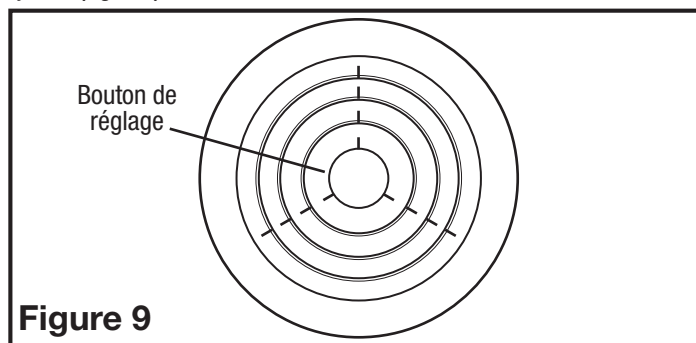

Figure 9
- Kits d'alignement de 6 po :** Localisez le bouton de réglage de l'amortisseur dans le centre du grill. Tout en poussant vers l'intérieur sur le bouton, tournez le bouton pour ajuster l'amortisseur et découvrir autant de l'ouverture que nécessaire pour équilibrer le système (Figure 9).